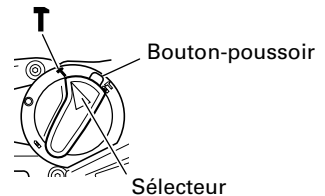

Fig. 12
Le foret de cette perceuse peut être mis en mode de percussion uniquement en appuyant sur le bouton poussoir et en tournant le sélecteur sur le repère **T**. (Fig. 12)
- (3) Tourner le sélecteur sur le repère **T**. (Fig. 12)